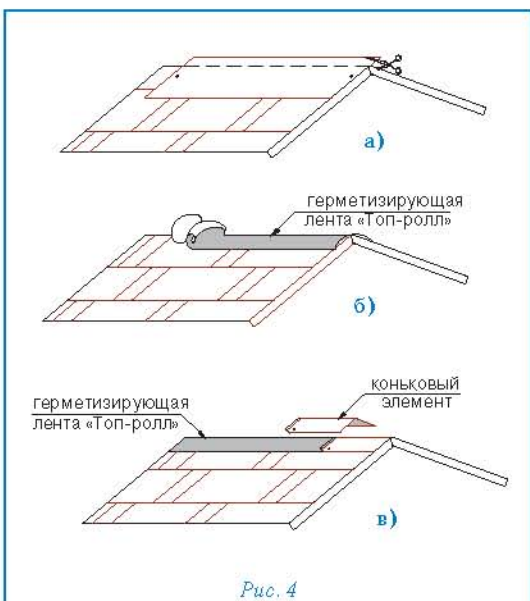

Рис. 4
Конек (рис. 4)
• Верхний ряд черепицы ПРЕСТИЖ КОМПАКТ МИНИ доводится до линии конька (ребра), выступающие части листов обрезаются (рис. 4а);
• линии коньков и ребер герметизируются специальной самоклеящейся лентой «Топ-ролл» (рис. 4б);
• далее устанавливаются внахлест специальные коньковые элементы (направление укладки по преимущественному направлению ветра). Каждый коньковый элемент плотно прижимается к основанию кровли и фиксируется двумя гвоздями из нержавеющей стали длиной 35 мм, которые перекрываются следующим коньковым элементом (рис. 4в).